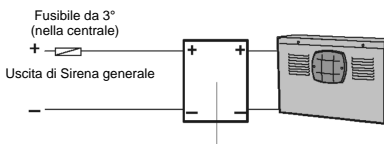

Fig. 8 Linea supervisionata de sirena
- Un modulo di supervisione di linea quando viene usata una sola sirena, o campana, montato vicino ad essa, nel finale della linea (fig. 8 e 22).